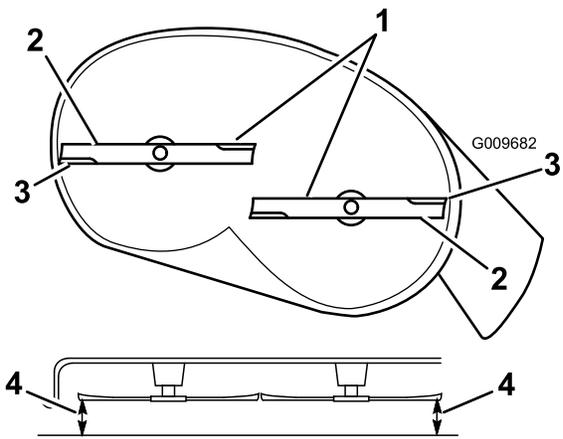
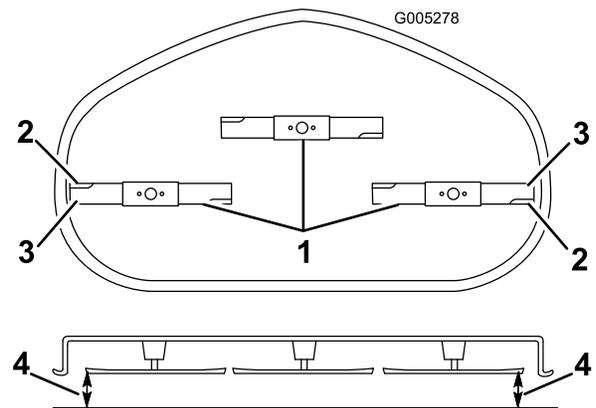

Figure 46
Figure 47
- Faites pivoter les lames avec précaution pour qu'elles soient toutes parallèles (Figure 46 et Figure 47).
- Mesurez la distance entre les tranchants extérieurs et la surface plane (Figure 46 et Figure 47). Si les deux mesures diffèrent de plus de 5 mm (3/16 po.), un réglage s'impose. Poursuivez la procédure.